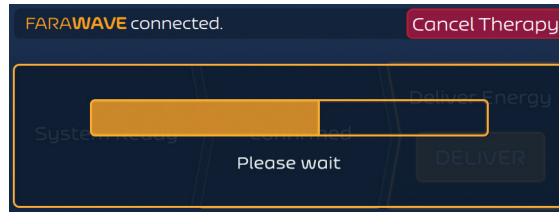

Figura 13. Pantalla de terapia – Modo asincrónico – Estado de cuenta regresiva entre administraciones
8. El Generador PFA FARASTAR impone un retraso de 10 segundos entre administraciones. Esto se implementa como se muestra en la Figura 13.